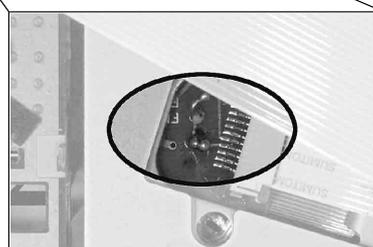

Fig. 7
- Schutzlötstelle der Pick-Up-Einheit (Fig. 7) zulöten.
- Flexprintstecker (G, K) und (L) und Stecker (M) öffnen.
- 4 Schränkklaschen (N) aufbiegen.
- 2 Schrauben (O) heraus-schrauben und Leiterplatte herausnehmen.
- Close the protective solder joint of the pick up unit (Fig. 7).
- Open flexprint connectors (G, K) and (L) and connector (M).
- Open the 4 holders (N).
- Undo 2 screws (O) and take out the board.